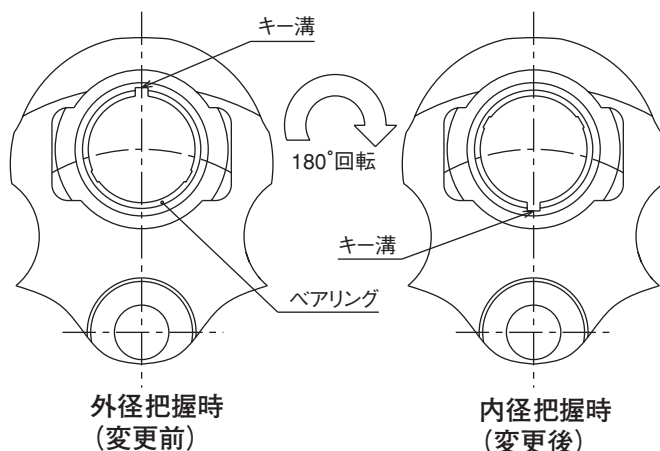

図 8
- ⑤球面ブッシュを、マスタジョーと一緒にボデー表面から軽く浮く程度に引き抜きます。
- ⑥球面ブッシュ取付治具（P-18 参照）を用いて、球面ブッシュにマスタジョーが保持された状態を維持しながら引き抜きます。この時、半月キーが落ちていないか確認してください。もし球面ブッシュがマスタジョーから外れて2つに割れた場合は、古い液状ガスケットを取り除き、水分・汚れ等を拭き取った後、スリーボンド社製液状ガスケット 1212 を塗布し、球面ブッシュ取付治具にセットしてください。
- ⑦ベアリングをキーの溝を目安にして 180 度水平に回転させます。（図 8 参照）